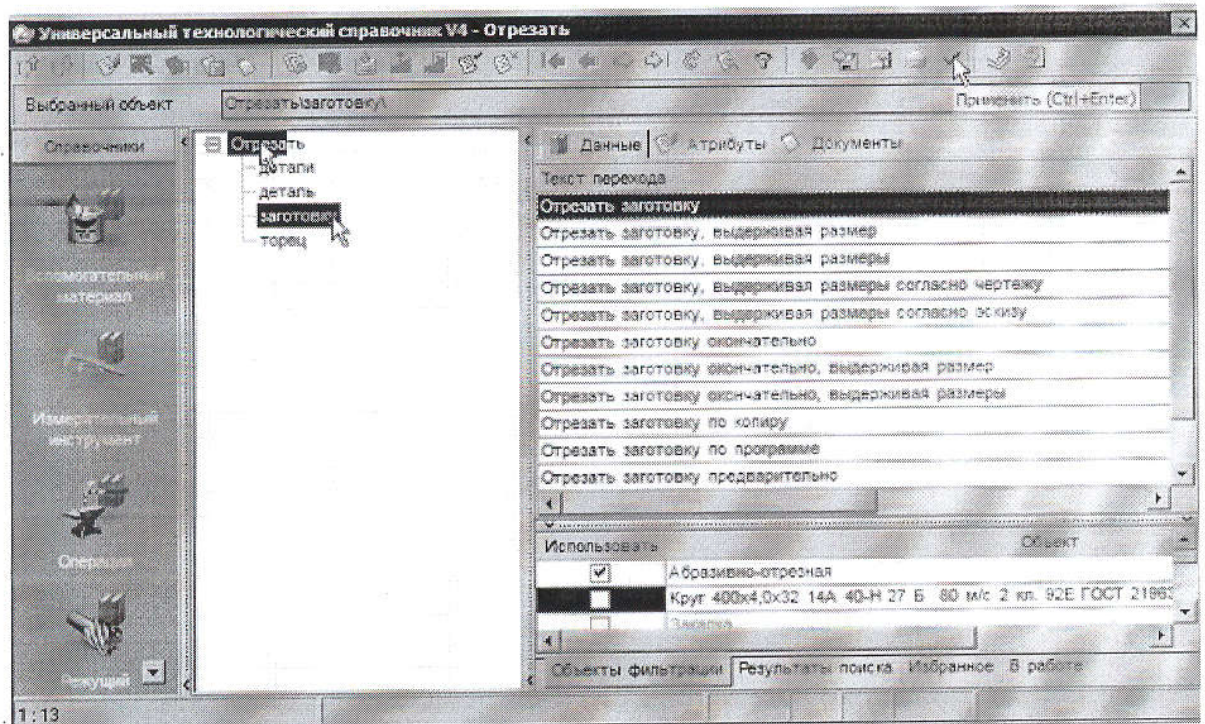

Рисунок 18
3. В окне справочника УТС выберите последовательно *Отрезать заготовку*. Нажмите кнопку **Применить** (рис. 18).